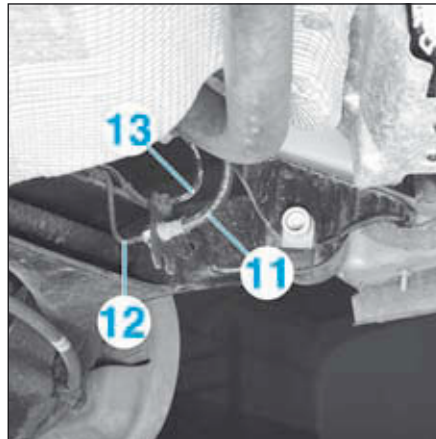

FIG.65
- De chaque côté (Fig.65) :
- Débrancher les flexibles de frein (11) des canalisations rigides (12).
- Dégrafer le faisceau (13) du capteur de roue sur l'essieu.